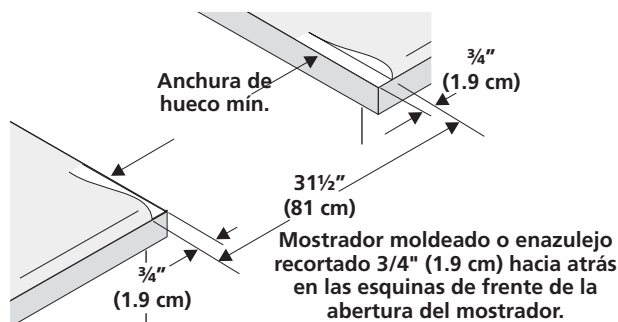

Figura 1
- El reborde de frente de mostradores moldeados deben tener bordes moldeados a 3/4" (1.9cm) a partir de cada extremidad de la apertura (Figura 1).
- Los mostradores enazulejos deberán necesitar un recorte de 3/4" (1.9 cm) a partir de cada extremidad y/o un borde redondeado aplanado (Figura 1).